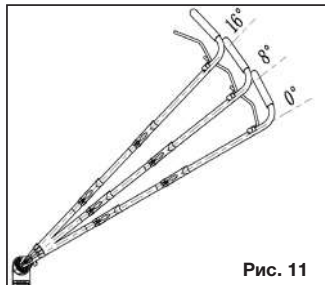

Рис. 11
2. Подберите удобный угол расположения рукоятки от  $0^\circ$  до  $16^\circ$  в соответствии с вашим ростом и длиной рук, затяните быстрозажимные рычаги (рис. 11).